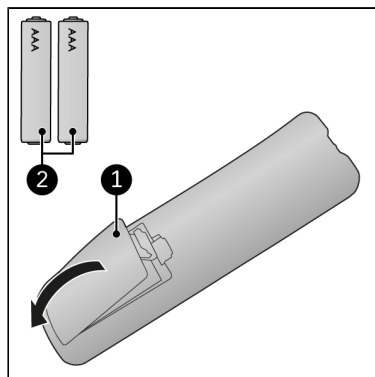

Figure 66.
1. Retirez le couvercle du compartiment à piles (Figure 66, pos. 1).
3. Insérez deux piles (AAA 1, V) (Figure 66, pos. 2) comme indiqué dans le compartiment. Assurez-vous d'insérer les piles correctement.